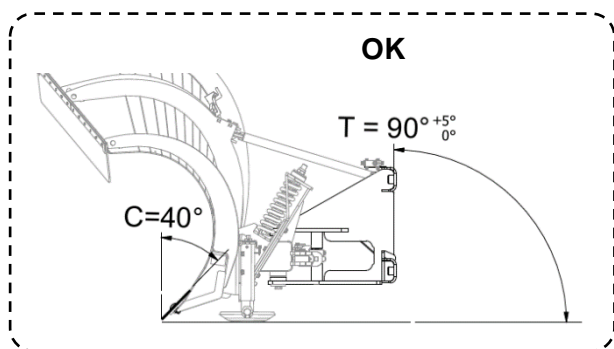
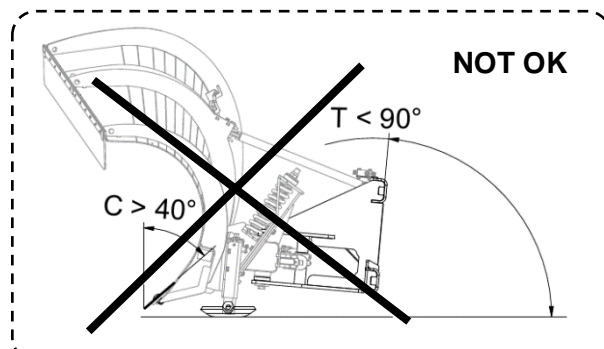

Bild.23
Bild.24
- 7) När plogens redskapsfäste är lodrätt $T=90^\circ$ är slitstålens skärvinkel $C=40^\circ$ – se Bild.23. Denna vinkel C får EJ överstiga mer än 40° , detta innebär att plogen EJ får luta bakåt $T < 90^\circ$ – se Bild.24. **Det optimala är att $C = 35^\circ \dots 40^\circ$ ($T = 85^\circ \dots 90^\circ$).** Större vinkel $C > 40^\circ$ kommer att medföra ett sämre plogningsresultat, en större risk för slitage och skador på plogen. Läs också kapitel 1.10.